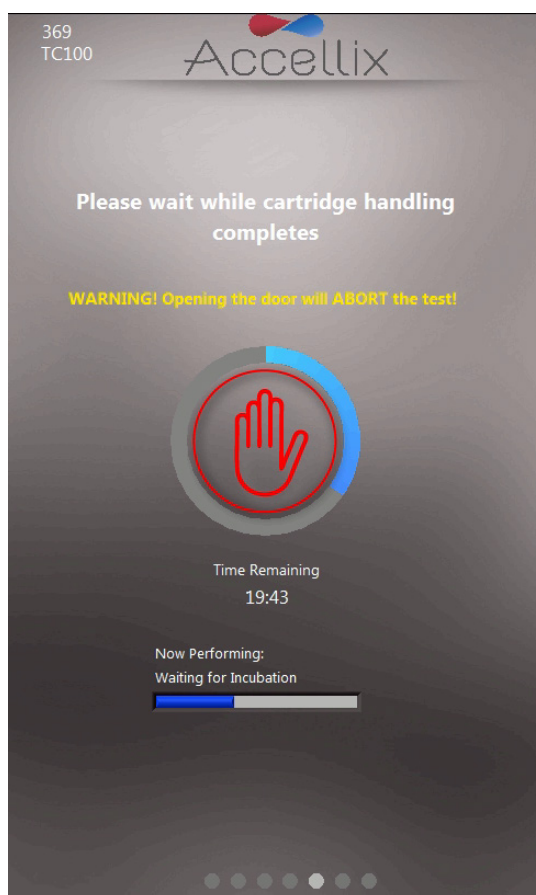

图41：进度指示和剩余时间屏幕
注：某些仪器可以被配置为允许运行“Control Sample”（质控样本）。在这种情况下，Sample ID（样本 ID）字段上方会出现一个附加选项（如果当前测定可以作为质控样本运行），以便将运行设置为质控样本运行，如图 41 所示：
11. **Progress screen**（进度屏幕）(图 41) 显示进度指示和 **Time Remaining**（剩余时间）倒数计时器。用户可监测测试进度和剩余的大致时间。
注：要停止正在进行的测定，用户可轻触 **Stop**（停止），即进度指示中间的红色手（参见图 41）。请参阅章节 **11.3 终止测定运行**。
可使用 **Stop**（停止）图标 终止测定运行（图 41）。